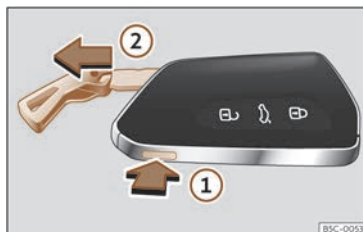

Fig. 65 Clau del vehicle: extreure l'espasí.
- Premeu el botó >>> fig. 65 ① per fer sortir l'argolla a manera de clauer i poder extreure l'espasí ②. Si premeu lleugerament sobre l'argolla, aquesta es quedarà fixa a manera de clauer.
- Premeu el botó >>> fig. 65 ① per desbloquejar. Premeu el botó ① i al mateix temps estireu l'argolla en la direcció de la fletxa >>> fig. 65 ② per extreure completament l'espasí.